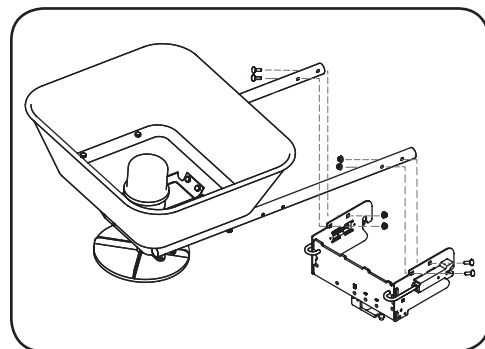

Figure 1-8
6. Fixez la partie recourbée des tubes sur la partie supérieure du support d'attelage avec deux boulons de carrosserie et deux écrous autobloquants par tube. Voir Figure 1-8.